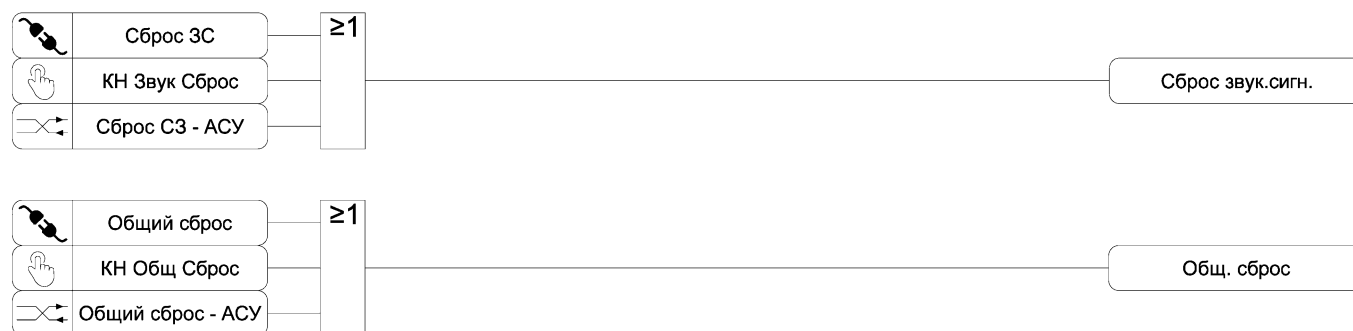

Рисунок 1.12 – Функциональная схема алгоритма сброса сигнализации
1.4.6.7 Сброс звуковой сигнализации осуществляется кнопкой «ОБЩ СБРОС» на лицевой панели пульта, командой АСУ или по входному подключаемому логическому сигналу «Общий сброс» (см. рисунок 1.12).